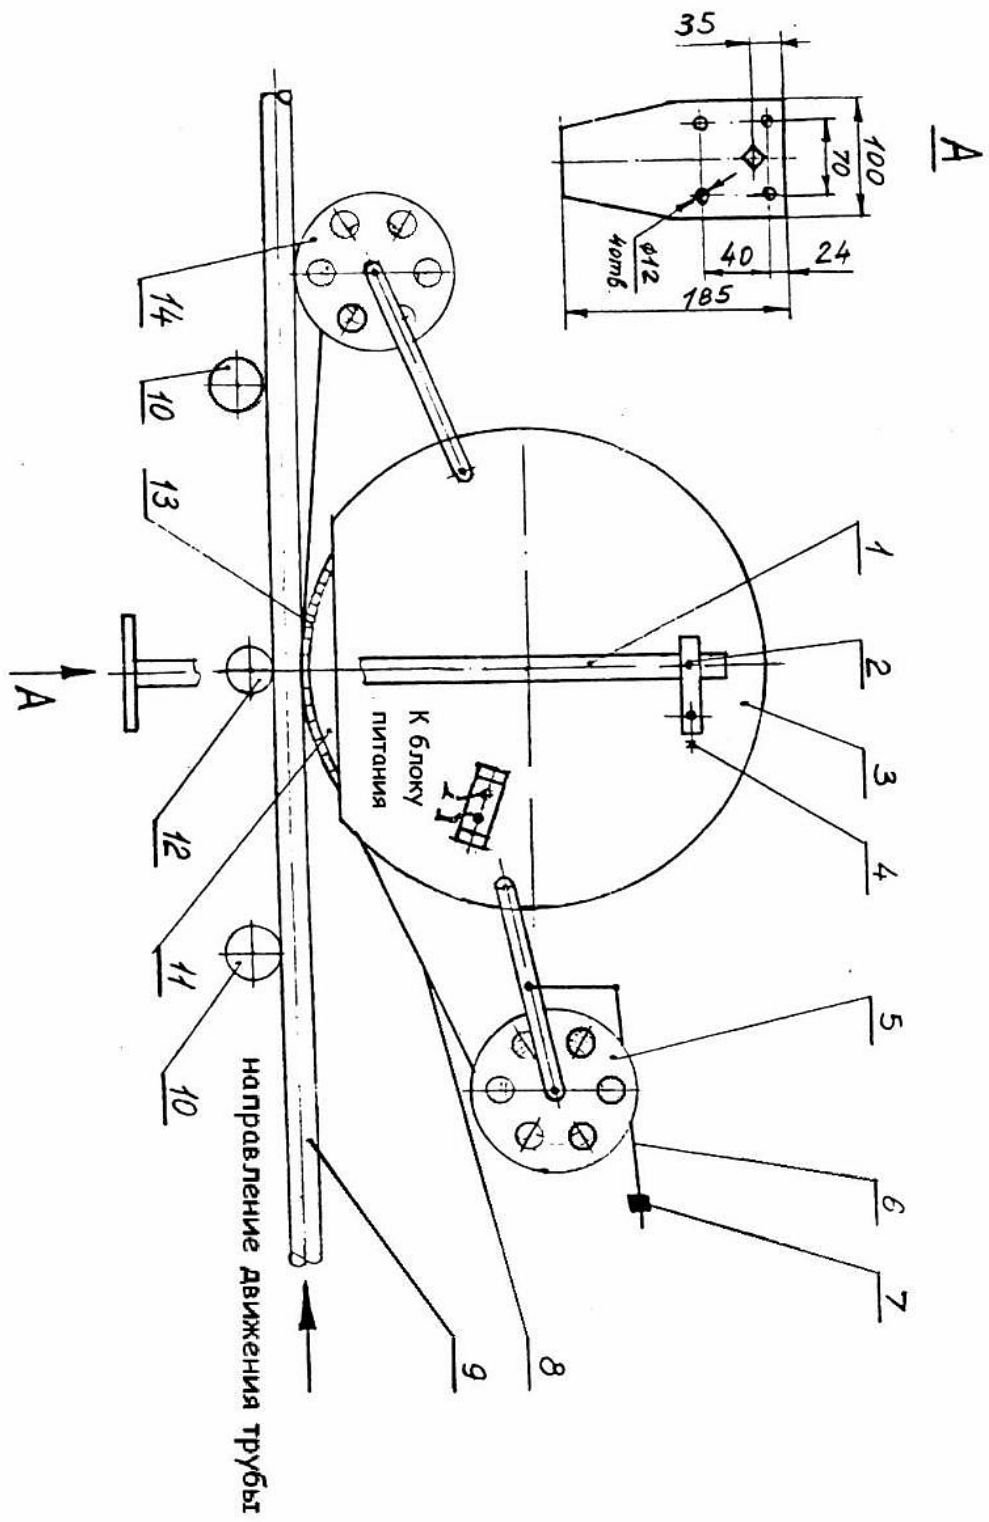

Рис. 1
- Запрещается монтаж маркировщика на линии изготовления труб со стороны противоположной указанной на рис. 1.